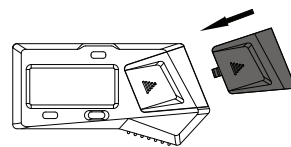

Abb.3
- Schließen Sie den Batteriefachdeckel (Abb.3)